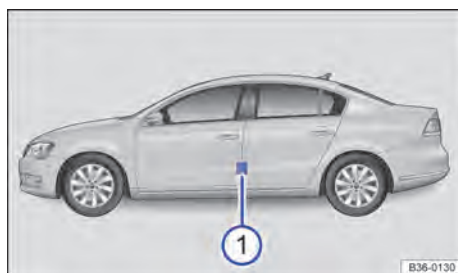

Fig. 212 Na coluna do condutor: etiqueta com as pressões dos pneus (1) (alternativa ao lado interno da portinhola do tanque).
- (A) Pressão dos pneus para os pneus do eixo dianteiro.
- (B) Pressão dos pneus para os pneus do eixo traseiro.
- (1) Pressão dos pneus no carregamento parcial.
- (2) *Dependendo do veículo*: pressão dos pneus de conforto no carregamento parcial.
- (3) Pressão dos pneus no carregamento total.
- (4) Pressão dos pneus para a roda sobressalente.
A etiqueta com as pressões dos pneus fornece a pressão dos pneus correta para os pneus montados de fábrica. As indicações valem para os pneus de verão, do ano todo e de inverno. A etiqueta com as pressões dos pneus está na coluna da porta do condutor ⇒ **Fig. 212** (1) ou na parte interna da portinhola do tanque.